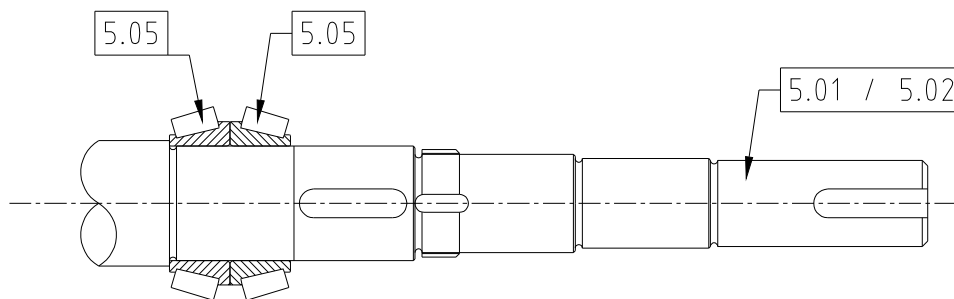

Fig 24 Lagrens placering på axeln
- Montera lagerbanorna (5.05) på axlarna (5.01 och 5.02). Se till att de ligger an mot ansatsen på axeln. Lagerbanorna monteras med de större diametrarna mot varandra enligt fig. 24.